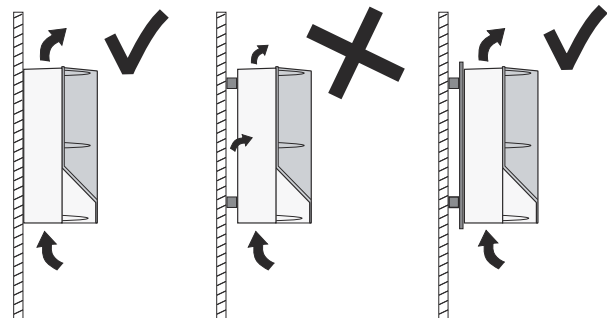

Fig. 3 CUE colgado directamente en la pared o fijado con una placa posterior
- Colgar el CUE directamente en la pared, o fijarlo con una placa posterior. Ver fig. 3.